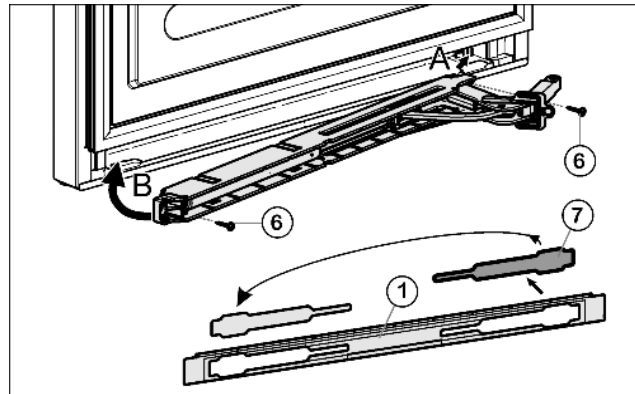

Fig. 12
- ▶ Освободите крышку Fig. 12 (7) из накладки Fig. 12 (1) и снова установите её на другой стороне.
- ▶ Зацепите (A) и поверните (B) узел амортизатора закрывания дверцы шарниром в сторону шарнира.
- ▶ Прикрутите (2 шт. Torx 15) Fig. 12 (6) узел амортизатора закрывания дверцы.